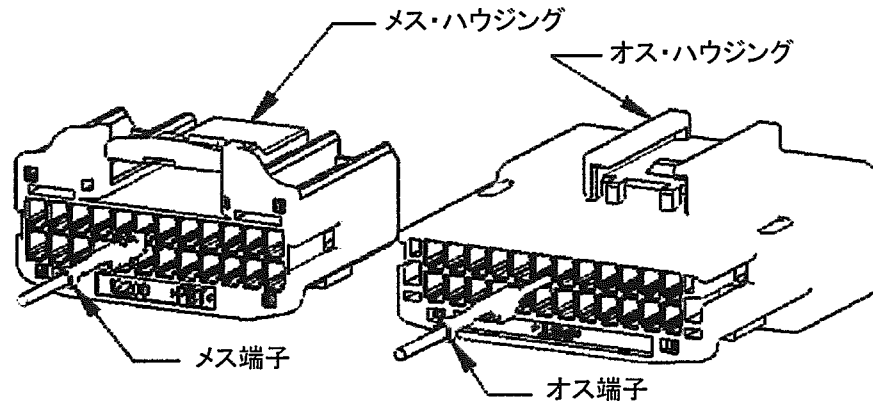

Fig. 8
- (3) Fig.8 のような向きに各端子をキャビティ(穴)に挿入します。